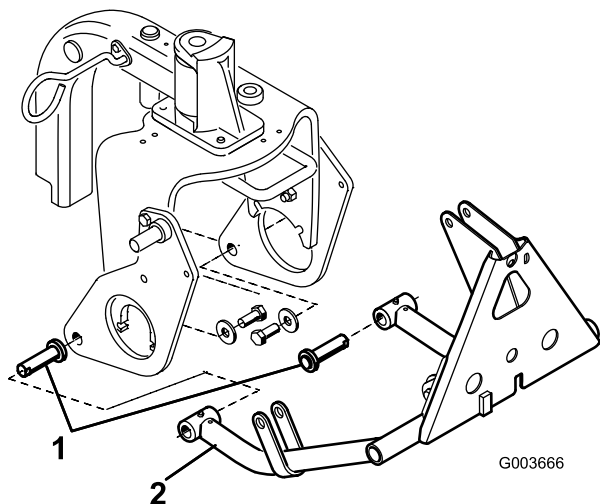

Figura 8
3. Insira um pino do cilindro em cada tubo do braço como indicado em Figura 8.
4. Insira os tubos dos braços nas placas do arado direito e esquerdo alinhando os guias dos pino do cilindro com os orifícios nas placas do arado (Figura 8).
5. Monte cada pino do cilindro em cada uma das placas do arado com um parafuso (5/8 x 1-1/2 pol.) e uma anilha (1.68 O.D. x .65 I.D.) como indicado em Figura 8. Aperte o parafuso a 203 Nm.